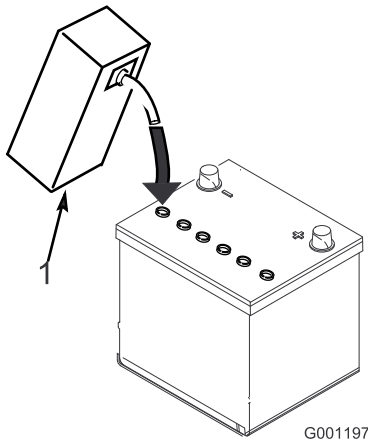

Bild 4
3. Füllen Sie vorsichtig in jede Zelle Elektrolyt ein, bis die Platten ungefähr mit 6 mm Flüssigkeit bedeckt sind (Bild 4).
4. Lassen Sie die Elektrolytflüssigkeit für 20 bis 30 Minuten in die Platten durchtränken. Füllen Sie nach Bedarf auf, um den Elektrolytfüllstand auf ungefähr 6 mm unter dem Einfüllstutzen anzuheben (Bild 4).